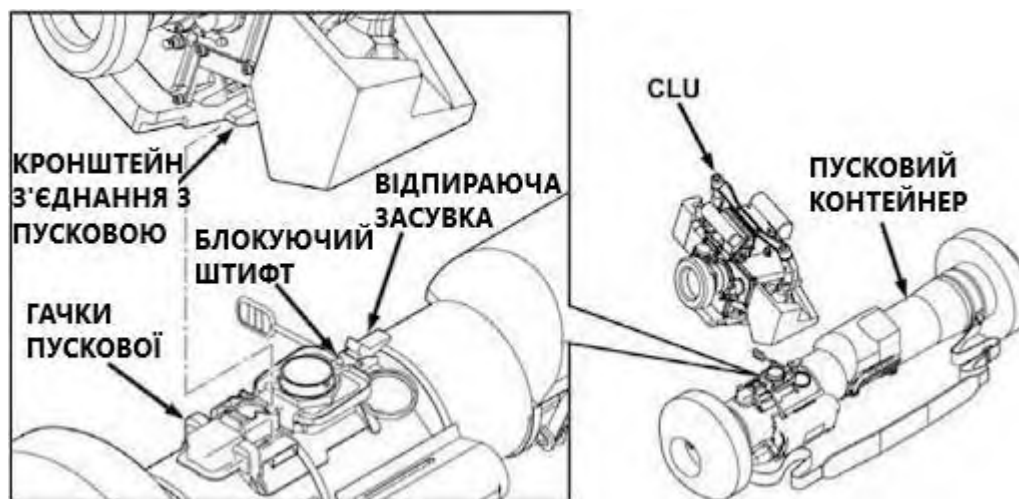

Рисунок 6.54 – Від'єднання командно-пускового блоку від пускового контейнера
- 1) натиснути на засувку на пусковому контейнері (рисунок 6.54);